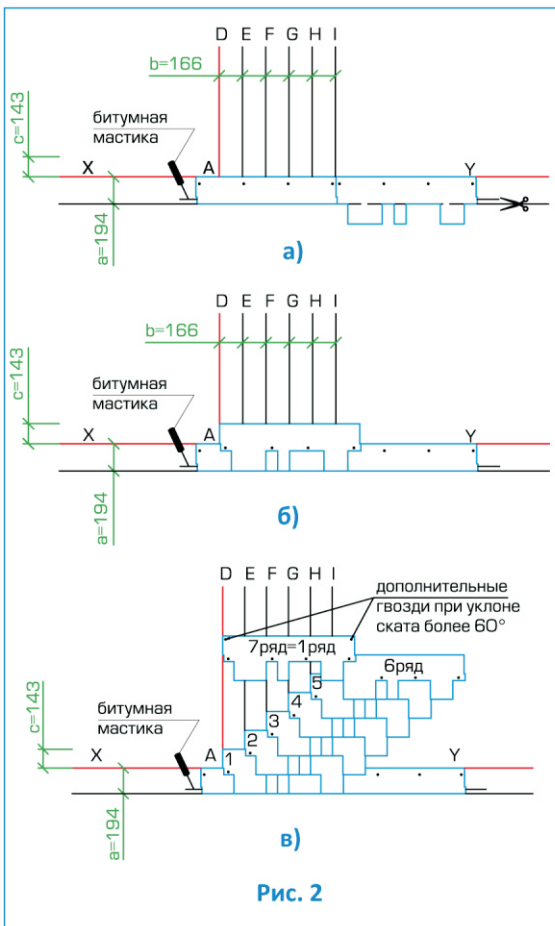

Рис. 2
**Укладка материала (рис. 2)**
- Начальный ряд формируется из листов черепицы ФУТУРО с обрезанными лепестками. Полученные таким образом полосы шириной 19,4 см укладываются по линии карниза в обе стороны от линии I (рис. 2а) и фиксируются по нижнему краю битумной мастикой, а по верхней кромке 4 гвоздями (ось гвоздей на 5 см ниже верхнего края полосы);
- далее первый ряд черепицы укладывается от линии AD (рис. 2б);
- второй ряд укладывается от линии E (со смещением 16,6 см от AD) (рис. 2в);
Каждый лист гибкой черепицы ФУТУРО крепится 4 гвоздями таким образом, чтобы гвоздь прошивал и верхний край низлежащего листа черепицы (рис. 2в).